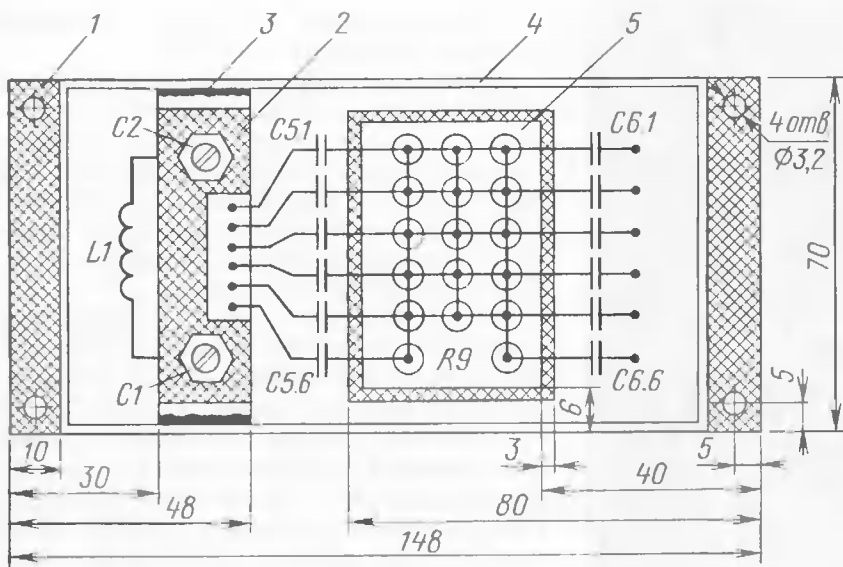

Рис. 8
Детали ФНЧ L1, C1, C2, C5—C7 и R9 смонтированы на отдельной плате 1 (рис. 8). Катушка L1 припаяна к выводам конденсаторов C1 и C2, установленных на стеклотекстолитовой пластине 2, которая припаяна (3) к боковым стенкам экрана 4 из луженой жести (высота 40 мм). Он припаян по периметру платы. Конденсаторы C5 и C6 набраны из шести конденсаторов K15-5 4700 пФ на 1600 В, а резистор R9 — из 15 резисторов МЛТ-2 750 Ом и одного МЛТ-2 1,5 кОм. Они расположены вертикально на изолированной площадке 5. ФНЧ закрывается крышкой из луженой жести. В ней над местом установки резисторов просверлено семь рядов отверстий диаметром 6 мм. Фильтр расположен около ламповой панели и изолирован от шасси. Соединение с общим проводом усилителя идет через оплетки коаксиальных кабелей, соединяющих вход ФНЧ с контактами реле K1 и выход ФНЧ с управляющей сеткой лампы, а также и через короткий лепесток — с корпусом ламповой панели.